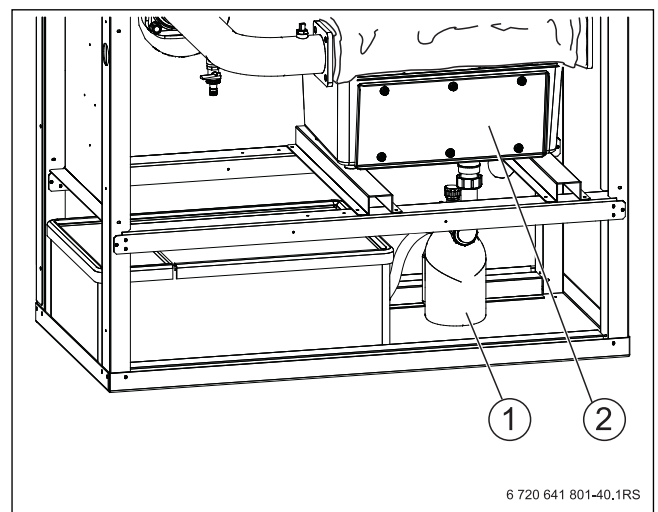

Рис. 59 Демонтаж сифона
- ▶ Демонтируйте сифон (→ рис. 59, [1]) на сливе конденсатной ванны (→ рис. 59, [2]) и подставьте под него ведро.